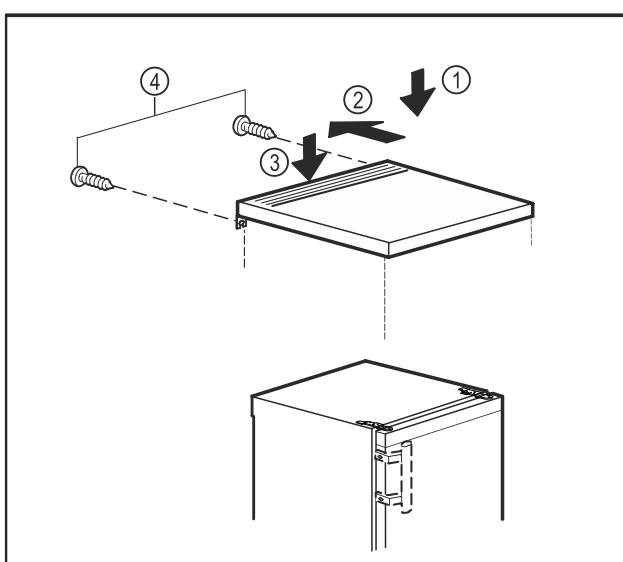

Fig. 19
- Встановіть стільницю на пристрій. Fig. 19 (1)
- Відсуньте стільницю назад. Fig. 19 (2)
- Натисніть на стільницю ззаду вниз. Fig. 19 (3)
- Затягніть гвинти на задній панелі. Fig. 19 (4)